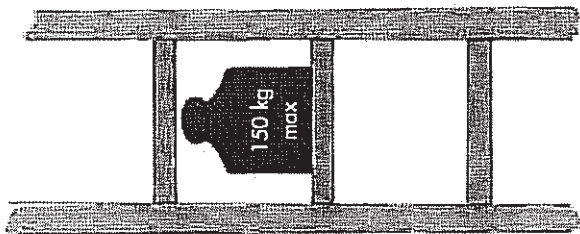

Fig. 27 - Peso massimo ammesso sulla scala
A Controllare il peso massimo (portata) ammesso sulla scala (fig. 27).
- > Non superare il peso massimo ammesso sulla scala (fig. 27).